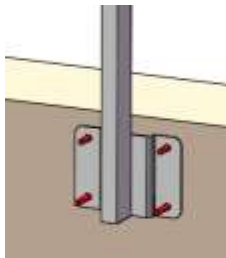
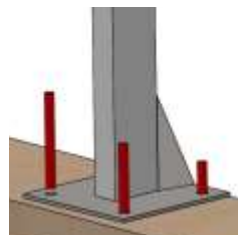

fig. 8
fig. 9
- Posizionare e fissare a parete (fig.8) o sulla superficie orizzontale (fig.9) il 1° montante in posizione verticale con idonei tasselli/fissaggi (ad esempio M10 o M12) adeguati alla sottostruttura esistente.